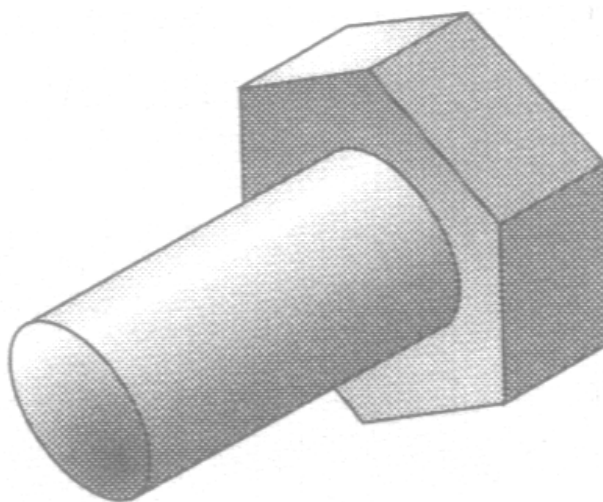

Рис. 2.3
**Вариант 1:** Размеры предмета (рис. 2.3): общая длина детали – 45 мм; длина цилиндрической части – 30 мм, ее диаметр – 10 мм; радиус окружности, которая описывает правильный шестиугольник – 20 мм. Деталь рассекается вертикальной плоскостью, проходящей через цилиндрическую часть детали.